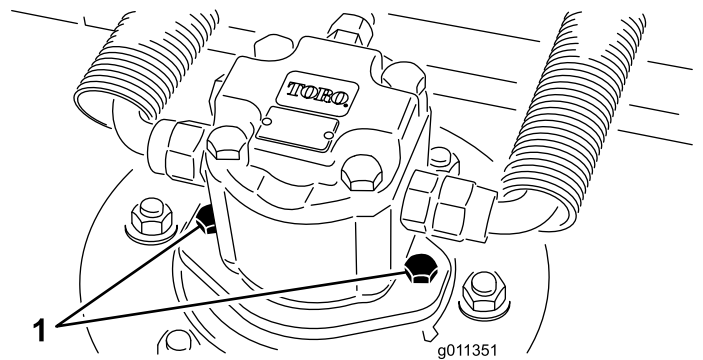

Figura 98
2. Desconecte el motor hidráulico y retírelo de la carcasa (Figura 98). Tape la parte superior del eje para evitar la contaminación.
3. Instale el motor hidráulico en la carcasa (Figura 98). Asegúrese de que la junta tórica está correctamente colocada y que no está dañada.